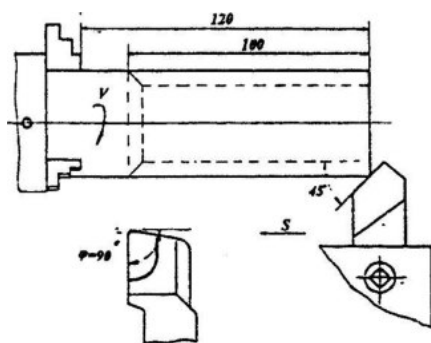

Рисунок 2.1 – Консольное закрепление заготовки в трехлачковом патроне
1. Установить заготовку консольно в труклачковый патрон токарного станка согласно эскизу и закрепить (рисунок 2.1)